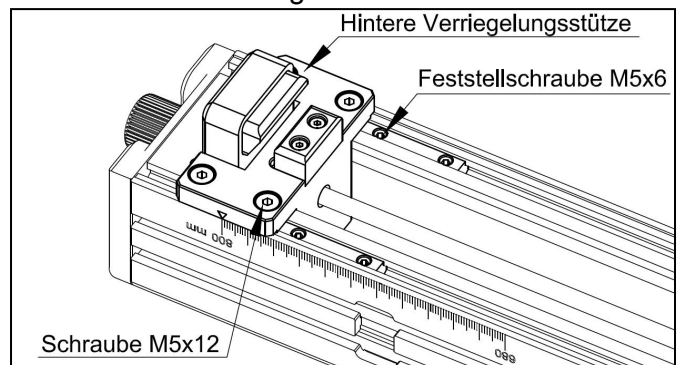

Abb. 6-16
(1) Wie in Abbildung 6-16 gezeigt, drehen Sie die Anschlagmontage (C) um und lösen Sie die vier M5x12-Schrauben an der hinteren Verriegelungsstütze sowie die vier M5x6-Setschrauben, wie angegeben.
(2) Verschieben Sie die hintere Verriegelungsstütze, bis der Zeiger mit der richtigen Skala übereinstimmt, die die Tischbreite angibt, und ziehen Sie dann die zuvor gelockerten Schrauben fest.